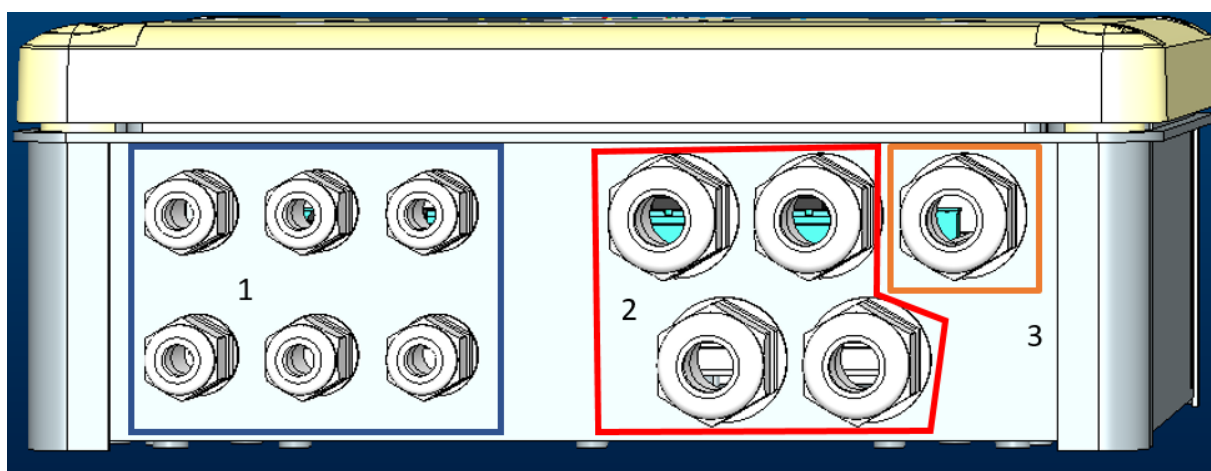

Figura 1: Imagen frontal prensacables
1. Introducir el cable en el prensacables indicado en la Figura 1, rodeado de color naranja (prensacables 3)
Dependiendo de la aplicación, el usuario puede realizar otras conexiones eléctricas, ver Figura 1.